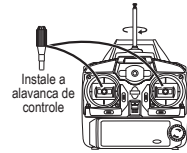

Figura 1
- 1 Insira a antena no pequeno buraco localizado no topo do controle remoto. Gire-o no sentido horário até que esteja bem firme. Insira as duas alavancas de controle nos buracos localizados dos lados esquerdo e direito do controle. (Figura 1)